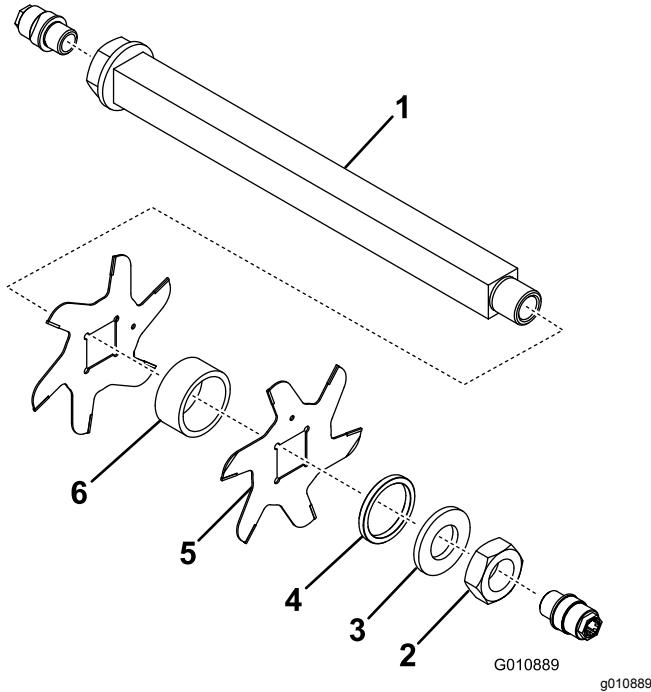

图 14
- 依次取下小隔片、垫圈、刀片以及大隔片。清洁该方形轴然后涂抹上一薄层润滑脂进行润滑使组装更加容易 图 14。